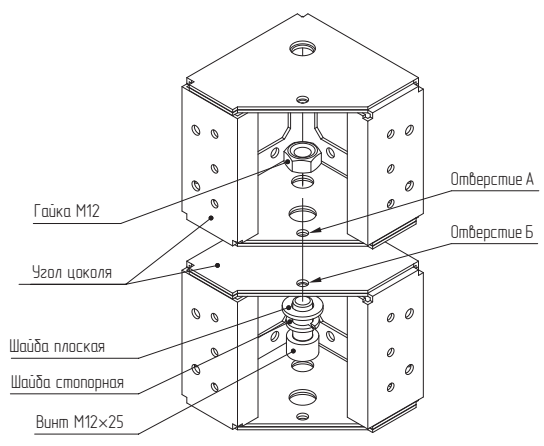

Рисунок 9
4.4.1 Установить два угла цоколя друг на друга, обеспечив соосность отверстий А и Б, и закрепить с помощью винта M12×25, плоской и стопорной шайб, а также гайки M12 (рисунок 9). Момент затяжки – 49 Н·м. Гайка в комплект поставки не входит и приобретается отдельно.